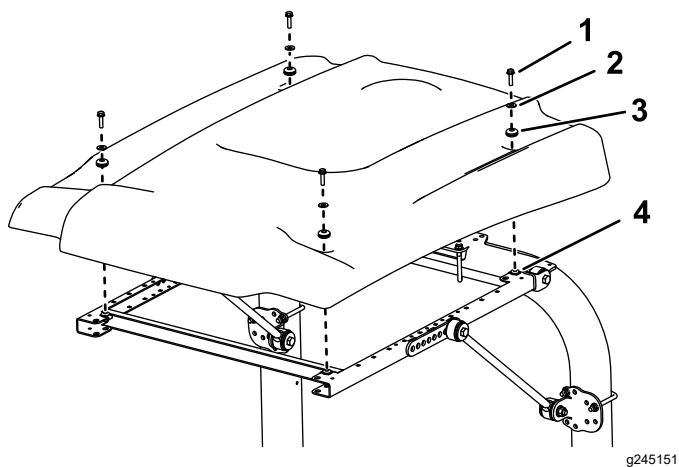

Рисунок 6
10. Выравнивая монтажные отверстия, расположите солнцезащитный навес на раме, как показано на Рисунок 6.
11. Установите каждый угол солнцезащитного навеса на раму с помощью болта с фланцевой головкой (5/16 x 1¼ дюйма), малой шайбы и уплотнительной втулки, не затягивая их (Рисунок 6).